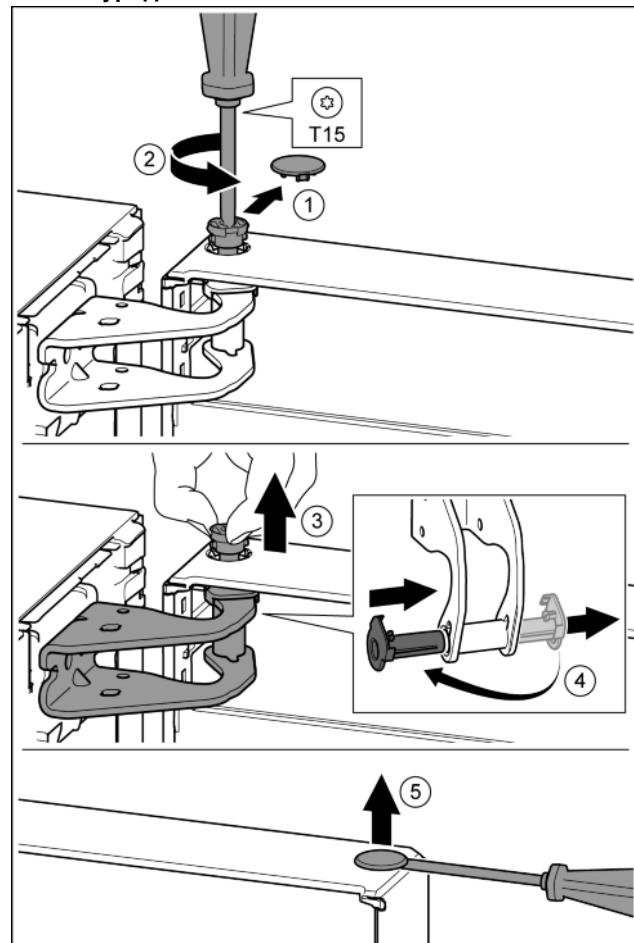

Fig. 12
- Свалете внимателно предпазния капак. Fig. 12 (1)
- С отвертка T15 отвийте малко болта. Fig. 12 (2)
- Дръжте здраво вратата и с пръсти извадете болта. Fig. 12 (3)
- Извадете лагерната втулка от водача. Поставете от другата страна и фиксирайте. Fig. 12 (4)
- С плоска отвертка внимателно повдигнете тапата от лагерната втулка на вратата и я извадете. Fig. 12 (5)